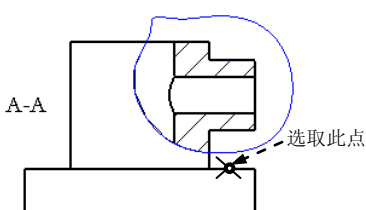
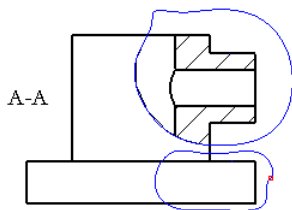

图 3.8.25 截面间断的中心点
图 3.8.26 草绘轮廓线
(1) 单击“添加截面”按钮 **+**，在 名称 下拉列表框中选取剖截面 **B** (B 剖截面在零件模块中已提前创建)，在 剖切区域 下拉列表框中选取 **局部** 选项。
(2) 首先在系统 **选取截面间断的中心点 < A >** 的提示下，在图 3.8.25 所示的投影视图的边线上选取一点，然后在系统 **草绘样条，不相交其它样条，来定义一轮廓线。** 的提示下，绘制图 3.8.26 所示的样条线来定义局部剖视图的边界，当绘制到封闭时，单击中键结束绘制。
(3) 单击“绘图视图”对话框中的 **应用** 按钮，此时主视图除了显示 A-A 局部剖视图外，还显示 B-B 局部剖视图。